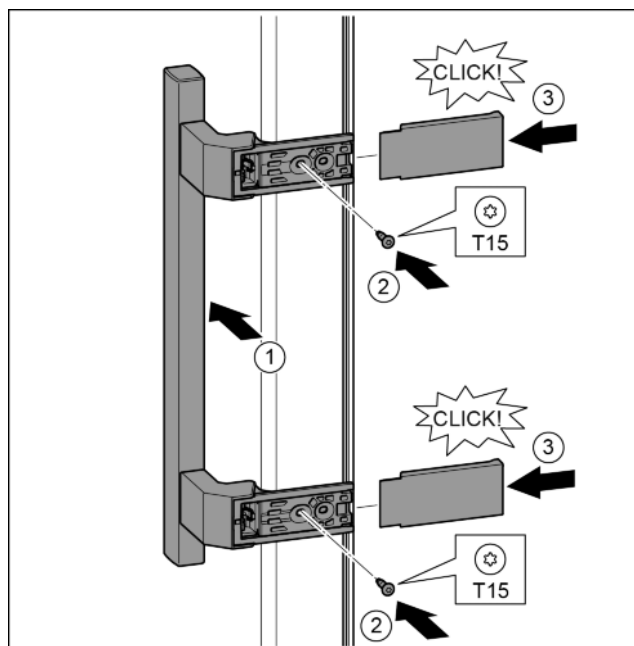

Fig. 31
- ▶ Установить ручку на противоположной стороне. Fig. 31 (1)
- ▶ Затянуть винты отверткой T15. Fig. 31 (2)
- ▶ Установить крышки сбоку и надвинуть. Fig. 31 (3)